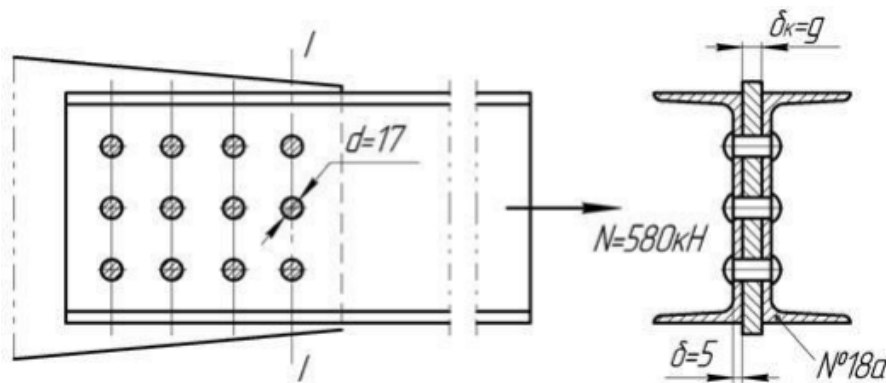

Рис. 15.2
**Задача 15.2.** Стержень фермы, состоящий из двух швеллеров №18а, соединен с фасонным листом (косынкой) узла фермы заклепками расчетным диаметром  $d = 17$  мм (рис. 15.2). Определить требуемое число заклепок, если продольное усилие в стержне  $N = 580$  кН и допускаемые напряжения  $[\sigma_p] = 160$  МПа,  $[\tau_{cp}] = 140$  МПа,  $[\sigma_{сж}] = 320$  МПа. Проверить прочность стержня.